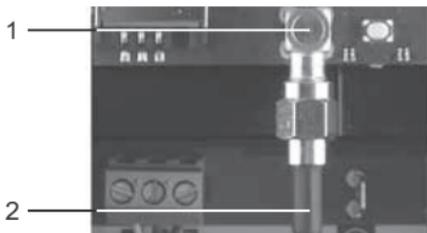

Fig. 2 Fiche SMA-M
Connecter le câble de l'antenne (pos. 2) au module GSM (pos. 1) à l'aide d'une fiche SMA-M à angle droit. Voir fig. 2.